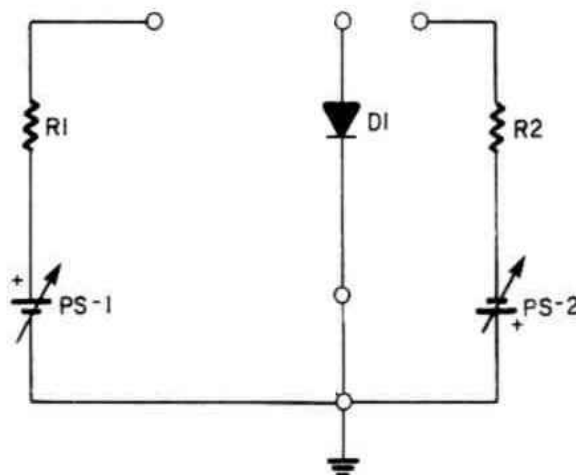

Figura 3.
8. Ubique el circuito que contiene el diodo D1. Este circuito se encuentra en la parte superior izquierda de la tarjeta EB-111. Tome como referencia la Figura 3.